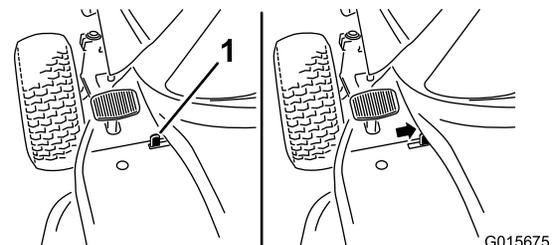

Figura 7
- Si la máquina tiene un interruptor de freno de estacionamiento: Accione gradualmente el interruptor del freno de estacionamiento (Figura 7) y levante poco a poco el pie del pedal de freno.